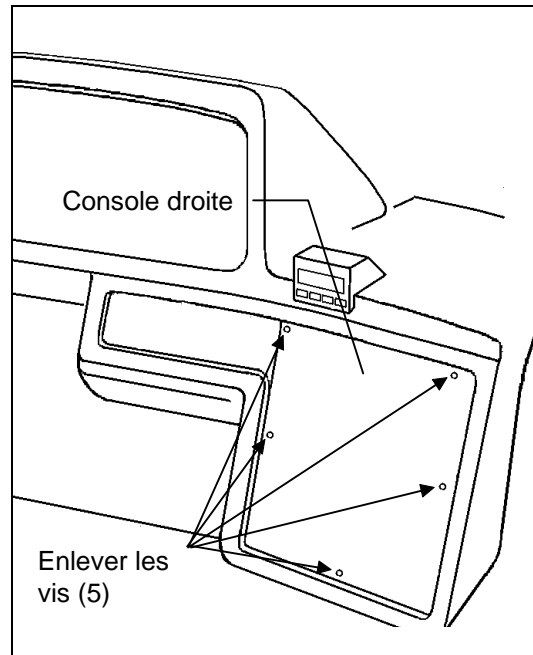

FIGURE 5
3. Enlever le panneau de la console droite (Fig. 5) pour obtenir accès aux fils à l'arrière du radio.